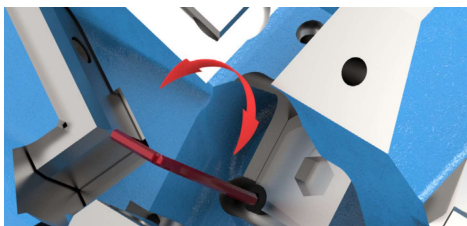

Bild 1
**1. Demontage der Gasdruckfedern** Lösen Sie die Sicherungsschraube (Bild 1). Anschließend demontieren Sie den Bajonettverschluss durch Verdrehen des Stopfens um 90° (Bild 2). Entfernen Sie die Gasdruckfeder (Bild 3).